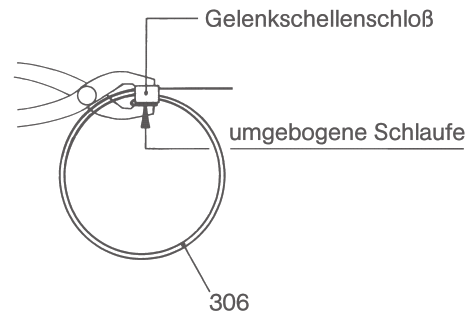

Bild 8: Gelenkschellenschlaufe am Gelenkschellenschloß andrücken.
- Gelenkmanschette (308) mittels Schraubendreher aufziehen, mit Schraubendreher oben anheben, Spritzrohr der Ölflasche unter die Manschette führen und Gelenkraum mit ALLWEILER Spezialgelenköl Typ B oder Öl ET 1510 ISO 460 der Firma Tribol Lubricants GmbH, Mönchengladbach füllen. Bei Einsatz im Lebensmittelbereich mit ALLWEILER Spezialgelenköl Typ BL oder Öl 1810/460 der Firma Tribol Lubricants GmbH, Mönchengladbach füllen. Füllmenge siehe Tabelle Abschnitt 7.1.2.4.
- Prüfen, ob umgebogene Schlaufe der Gelenkschelle (306) am Gelenkschellenschloß anliegt. Wenn nicht, mit einer handelsüblichen Flachzange andrücken (siehe Bild 8).